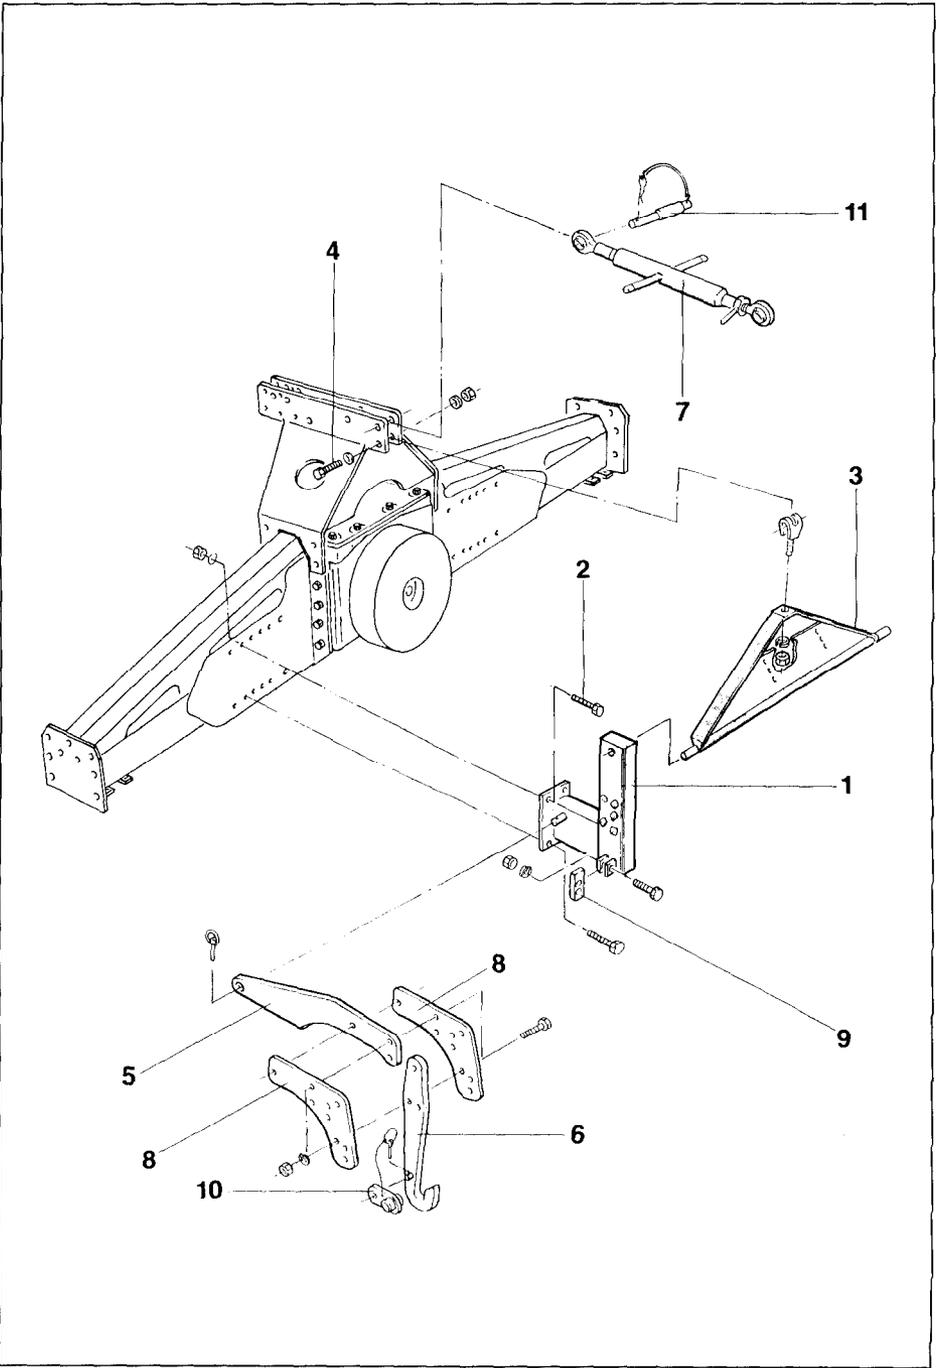

Fig. 46
Die AMAZONE-Anbau-Sämaschinen können mit Hilfe von Kupplungsteilen (Fig. 46) an der Rüttelegge befestigt werden. Die Figuren 42 und 45 zeigen die Kombination Rüttelegge RE, Zahnpackerwalze PW 500 und AMAZONE-Sämaschine D8-SPECIAL. Weitere Vorteile bietet die Verwendung des AMAZONE-Systems "Huckepack" (siehe Pkt. 10.0).
- △ Abstützung (Fig. 46/1) rechts und links am Rahmen der Rüttelegge befestigen, und zwar mit vier Skt.-Schrauben M 12 x 35 (Fig. 46/2). Befestigen Sie auch gleich den Spannrahmen (Fig. 46/3) zwischen den Abstützungen.
- △ Am oberen Anlenkpunkt der Rüttelegge ist der Spannrahmen mit der Skt.-Schraube M 20 x 100 (Fig. 46/4) zu befestigen.
- △ Unterlenkerarm (Fig. 46/5), Fanghaken (Fig. 46/6) und Oberlenker (Fig. 46/7) sind jeweils in zwei Ausführungen lieferbar:
- △ Einstellbleche (Fig. 46/8) am Unterlenkerarm (Fig. 46/5) befestigen.
- △ Fanghaken (Fig. 46/6) so anschrauben, daß die nachlaufende Sämaschine dicht hinter der Packerwalze befestigt werden kann, ohne daß die Zähne der Walze die Reifen der Sämaschine berühren. Dabei sind folgende Einstellungen möglich:
- Hinweis:** zum Befestigen von Sämaschinen mit Kat I sind die Abstützungen (Fig. 46/1) untereinander auszutauschen.
- Auflage (Fig. 46/9) so einstellen, daß die Sämaschine mühelos angekuppelt werden kann. Sicherungsglaschen (Fig. 46/10) über die Zapfen der Sämaschinen-Unterlenker schieben und mit Klapsteckern sichern.
- △ Oberlenker Kat. II (Fig. 46/7) an den oberen Anlenkpunkten von Sämaschine und Bodenbearbeitungsmaschine mit Bolzen (Fig. 46/11) abstecken, sichern und die Sämaschine gerade ausrichten.